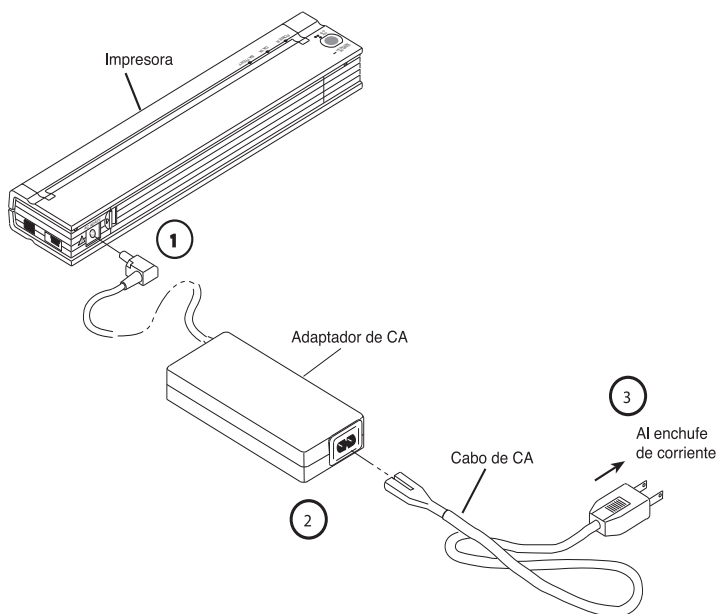

Figura 2. Conexión de la impresora a una toma de corriente de CA
1. Conecte el adaptador de CA a la impresora como se muestra en la figura 2.